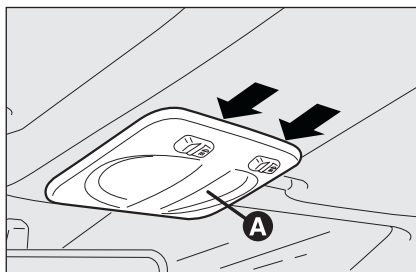
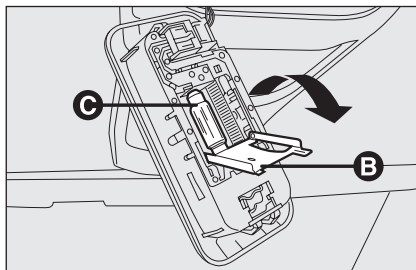

fig. 30
fig. 31
- agir sur les points indiqués par les flèches et enlever le plafonnier **A-fig. 30**;
- remplacer les ampoules **C-fig. 31** en les dégageant des contacts latéraux et en s'assurant que les nouvelles ampoules soient correctement bloquées entre les contacts mêmes;
- refermer le volet **B-fig. 31** et fixer le plafonnier **A-fig. 30** dans son logement en s'assurant de son blocage.